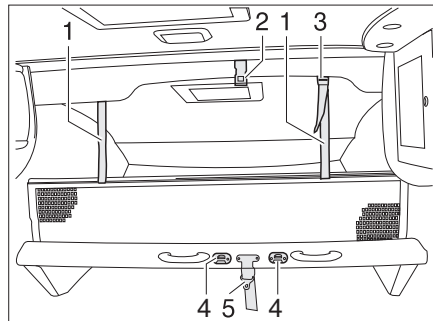

Fig. 115 Lit escamotable manuel
- Verrouiller le lit escamotable au plafond (Fig. 115,2) avec la sangle de sécurité (Fig. 115,5).
- L'échelle de montée doit être accrochée par les deux étriers aux crampillons (Fig. 115,4) se trouvant sur le lit escamotable.
- Faire s'enclencher les sangles de retenue (Fig. 115,1) dans les œillets du plafond (Fig. 115,2).